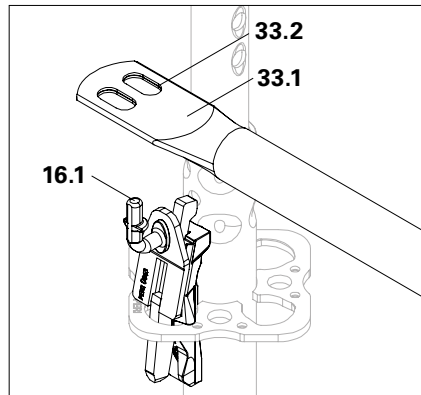

Abb. A5.08a
1. Anschlussstücke (33.1) des Geländerholmes waagrecht drehen und auf Geländerhaken EPW auflegen. (Abb. A5.08a)